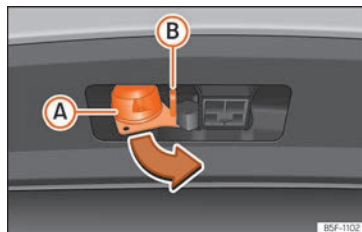

Fig. 275 Girar el conector de 13 polos
- Agarre el conector de 13 polos por la zona **(A)** y extráigalo en el sentido de la flecha **»» fig. 275.**
- Agarre el conector de 13 polos por la zona **(A)** e introdúzcalo en el sentido contrario al de la flecha **»» fig. 275.**
El ojal de seguridad **(B)** **»» fig. 275** sirve para enganchar el cable de retención del remolque.